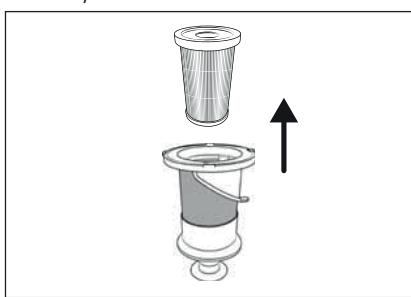

Abb. 21
- 4) Entnehmen Sie den EPA-Filter 5 aus dem Edelstahlfilter 6, indem Sie in die Öffnung des EPA-Filters 5 greifen und diesen aus dem Edelstahlfilter 6 herausziehen (siehe Abb. 21).